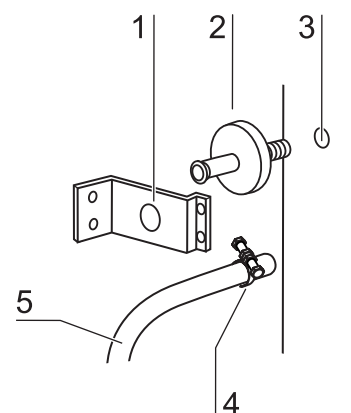

Fig. 23
2. **Fig. 23:** Loosen hose clamp [4].